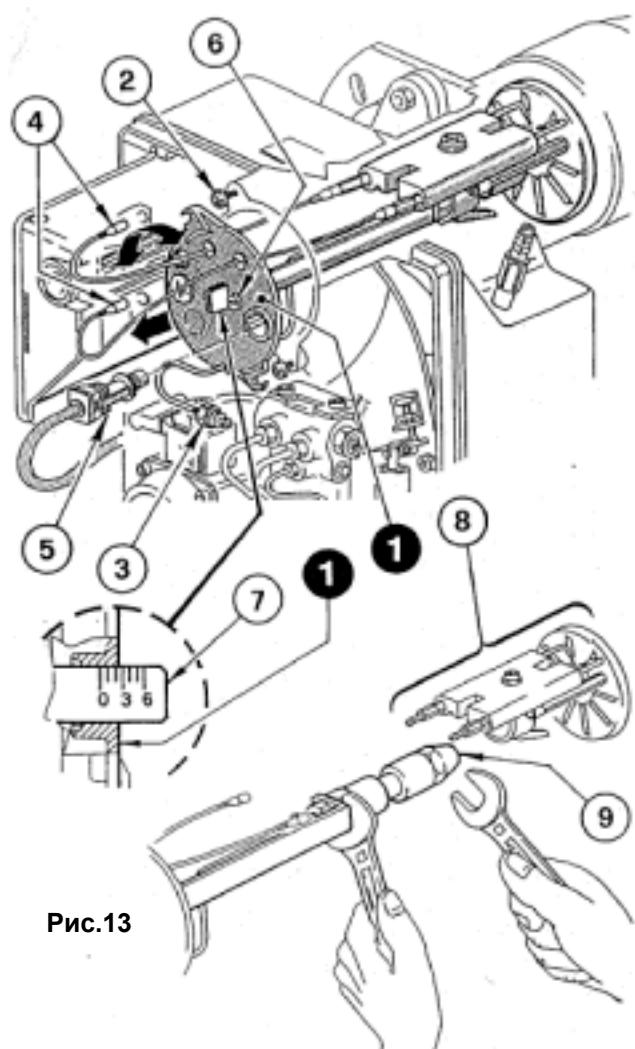

Рис.13
- ослабить винты (2), открутить гайку (3), вынуть провода (4) и фоторезистор (6) и снять блок крепления форсунки (см. рис. 13),
- правильно ввернуть форсунку (9) с захватом, как показано на рис. 13.
Регулировка обусловлена показателем расхода топлива на горелке и осуществляется вращением регулировочного винта (6) по часовой стрелке или против часовой стрелки, - необходимо совместить риску регулировочной линейки (7) с внешней плоскостью блока крепления форсунки (1) (см. рис. 13).